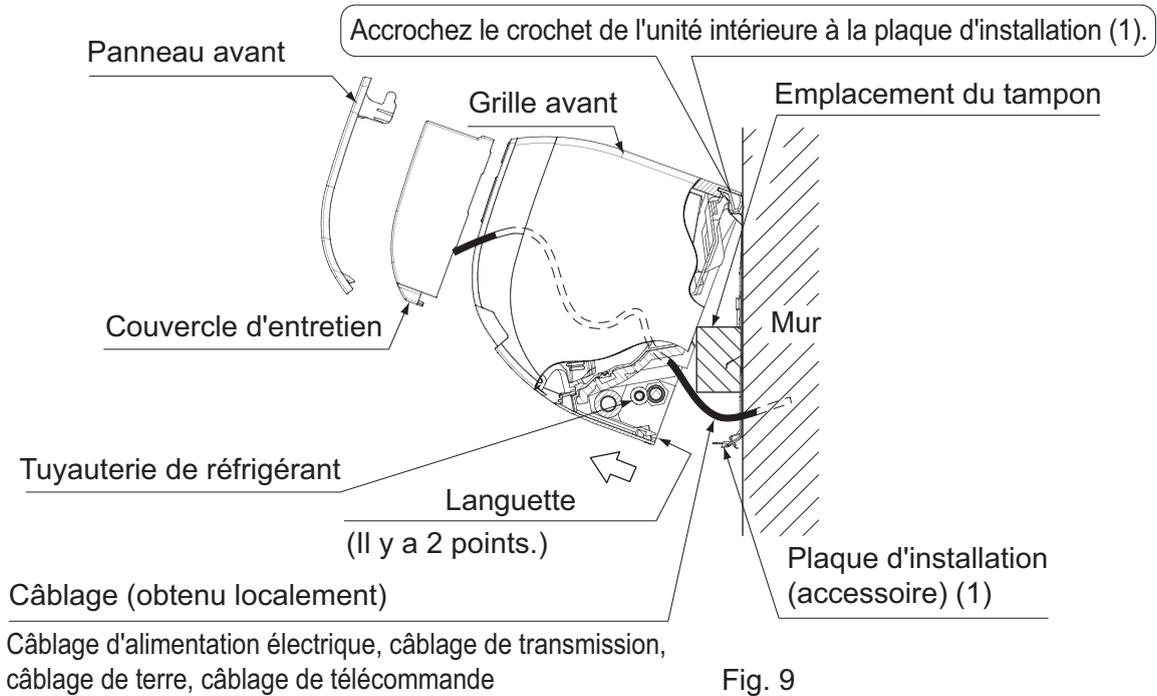

Fig. 9
**(6) Accrochez l'unité intérieure à la plaque d'installation. (Reportez-vous à la fig. 9.)**
**(9) Appuyez des deux mains sur les deux bords inférieurs de l'unité intérieure et accrochez la languette située à l'arrière de l'unité intérieure à la plaque d'installation (1). (Reportez-vous à la fig. 9.)**
- Enlevez alors le tampon que vous avez placé à l'étape (6).